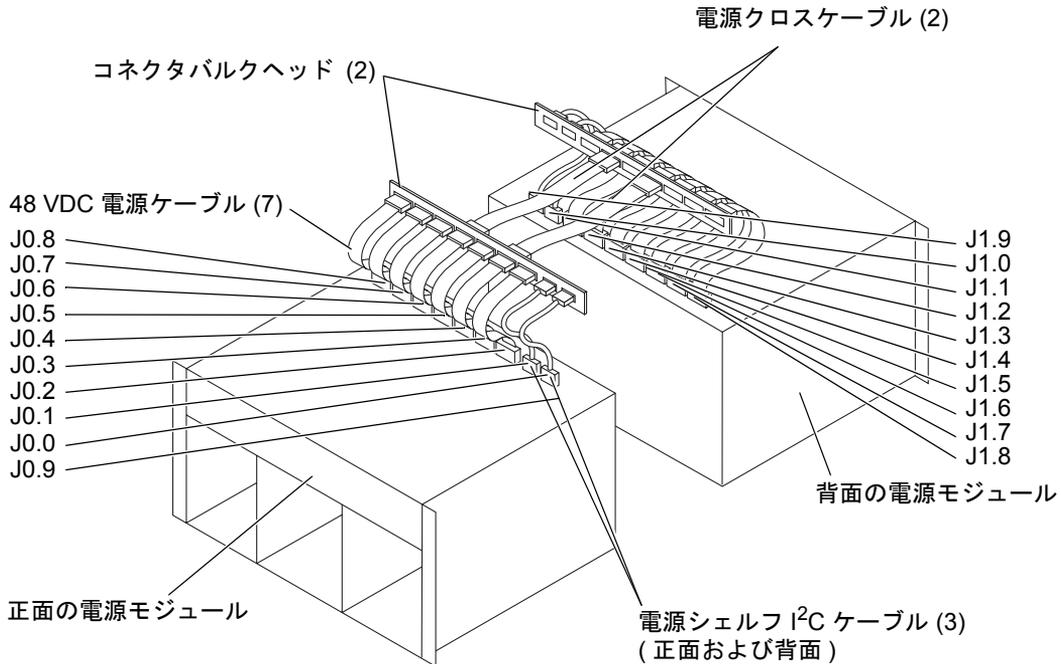

図 16-10 48 VDC 電源ケーブル
3. ファントレーの下からシステム内部に手を入れ、48 VDC ケーブル部品を、電源シェルフ部品の上およびケーブル固定留め具の両方に固定している、4 本 (各ケーブルに 4 本) のオスのジャックねじを緩めます (図 16-10)。
5. ファントレーの下からシステム内部に手を入れ、正面および背面で、48 VDC 電源ケーブル部品 (各面に 2 つ) を 2 本の電源クロスケーブルに固定している、4 本 (各コネクタに 2 本) のオスのジャックねじを緩めます。詳細は、図 16-10 を参照してください。